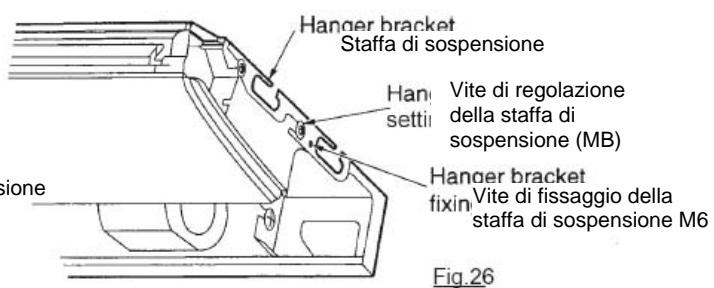

Fig.26
- Allentare le due viti di regolazione della staffa di sospensione (M8) su ciascuno dei lati, per meno di 10 mm. Rimuovere le due viti di fissaggio (M6) della staffa di sospensione sul lato posteriore. Staccare la staffa di sospensione tirandola all'indietro (fare riferimento alla Fig.26)
Serrare le due viti di regolazione della staffa di sospensione (M8) (fare riferimento alla Fig. 26).
Serrare le due viti di fissaggio della staffa di sospensione (M6) per prevenire il movimento dell'unità interna (fare riferimento alla Fig. 26).